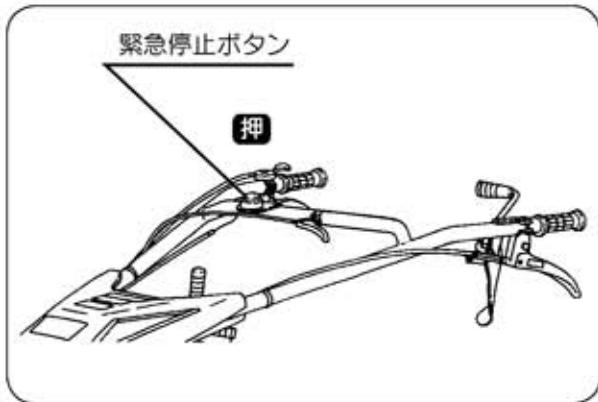

図17
④緊急停止ボタンを押してください。エンジンが停止します。（図17）